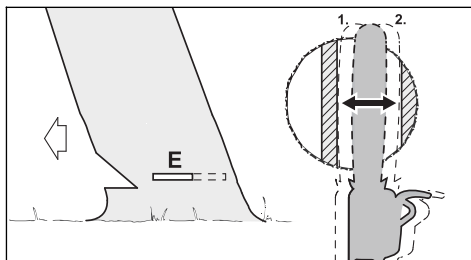

Рис. 26
- Сформировать основной пропил (рис. 26, поз. Е) до недопила (рис. 26, поз. 1)
- Основной пропил сформировать до защитного ремня (рис. 26, поз. 2)